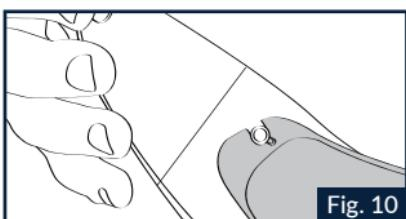

Fig. 10
1.4 Insérer un côté du petit écran interne PINLOCK® dans l'un des deux pivots de l'écran et le garder en position (Fig.10).